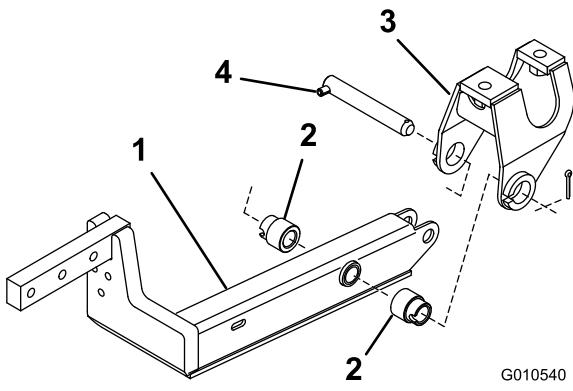

Figura 2
- Monte um braço de elevação no apoio da articulação com um pino da articulação e um contrapino (5/32 x 1-3/4 pol.). Monte o braço de elevação com a dobra posicionada para fora (Figura 2).